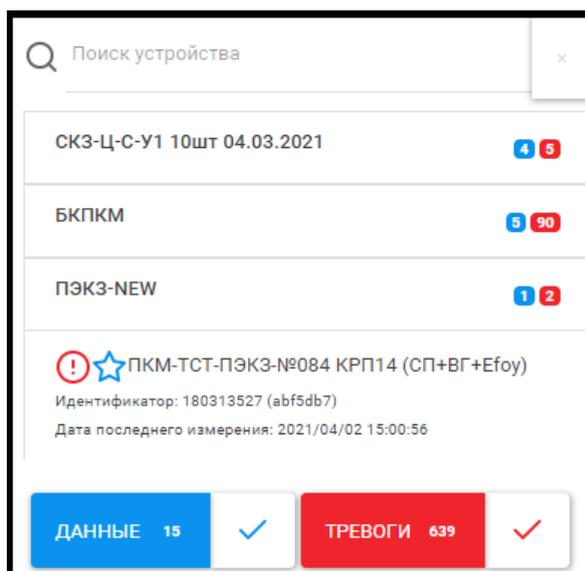

Рисунок 27 – Активация фильтров «Данные» и «Тревоги»
2.5.5.4 При нажатии на обе кнопки включатся оба фильтра, в результате чего в списке устройств останутся только те группы, которые содержат устройства со значками «новые данные» и «тревожные данные» вместе (рисунок 27).